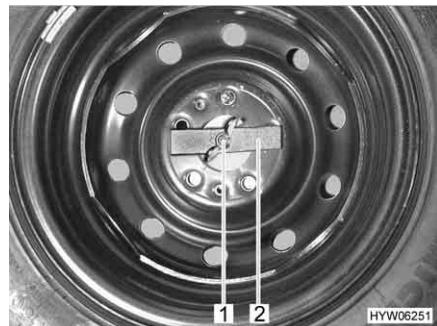

Fig. 199 Ruota di scorta nel gavone di coda
- Svitare manualmente il dado ad alette (Fig. 199,1) e rimuoverlo.
- Rimuovere la barretta di compressione (Fig. 199,2).